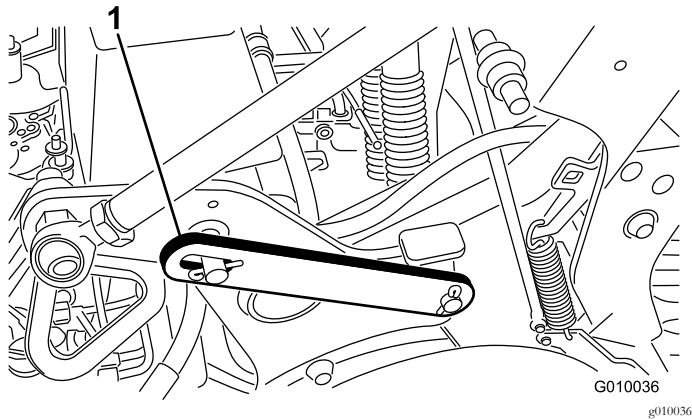

Figura 20
3. Retire o anel de bloqueio que fixa o trinco de segurança na posição de armazenamento (Figura 20).